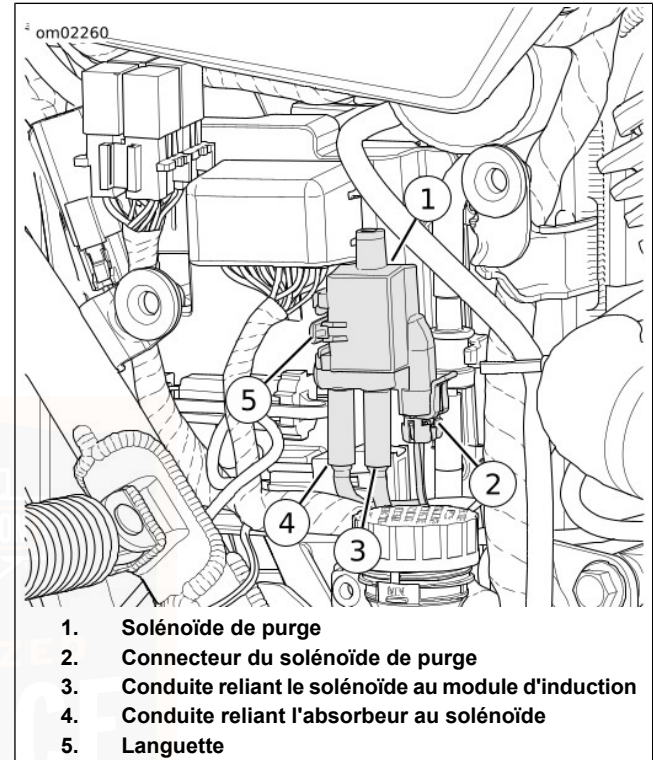
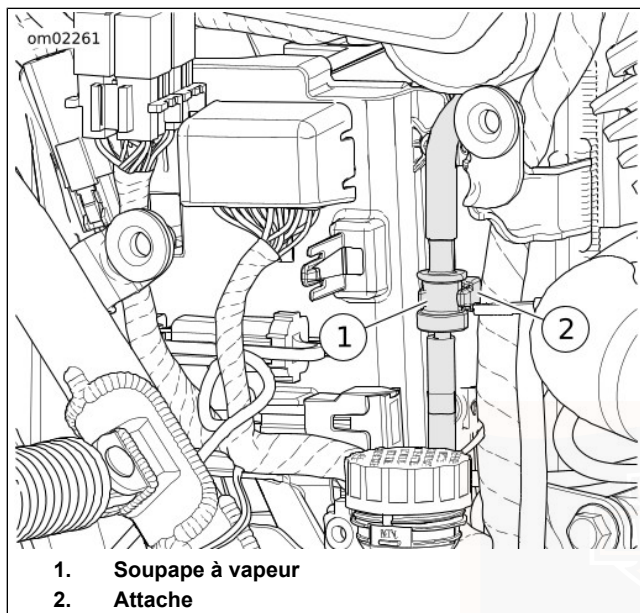

Figure 44. Solénoïde de purge
Figure 45. Soupape à vapeur
4. **Pour les modèles destinés à la Californie, l'Asie-Pacifique, l'Angleterre, HDI et l'Inde uniquement :** Voir Figure 44. Déposer le solénoïde de purge.
- a. Débrancher le connecteur du solénoïde de purge (2).
- b. Déposer les conduites reliant le solénoïde au module d'induction et le solénoïde à l'absorbeur (3 et 4) du solénoïde de purge (1).
5. Voir Figure 45. Tirer la soupape à vapeur (1) de l'attache (2).
10. Voir Figure 45. Appuyer sur la soupape à vapeur (1) et l'insérer dans l'attache (2).
11. **Pour les modèles destinés à la Californie, l'Asie-Pacifique, l'Angleterre, HDI et l'Inde uniquement** : Voir Figure 44. Poser le solénoïde de purge.
a. Poser le solénoïde de purge (1).
c. Connecter le connecteur du solénoïde de purge (2).